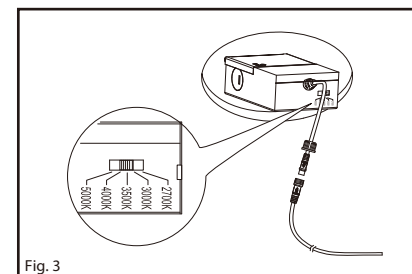

Fig. 3
5. Connect junction box to recessed LED panel with the quick lock connector. (Fig. 3)
6. Move the slide switch to your appropriate light color (2700K /3000K /3500K /4000K /5000K). Place junction box into the ceiling through cut-out. (Fig. 3)
5. Connectez la boîte de jonction au panneau LED encastré avec le connecteur à verrouillage rapide. (Fig. 3)
6. Déplacez le commutateur pour choisir la couleur de lumière appropriée (2700K /3000K /3500K /4000K /5000K). Placez la boîte de jonction dans le plafond à travers la découpe. (Fig. 3)